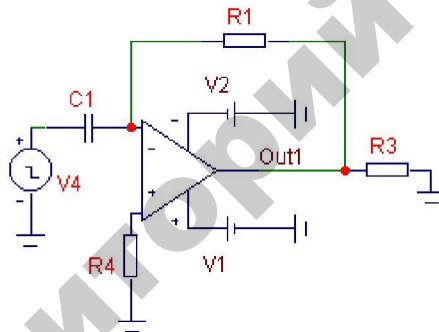

Рисунок 3.38 – Дифференциатор
5. Дифференциатор (рисунок 3.38).